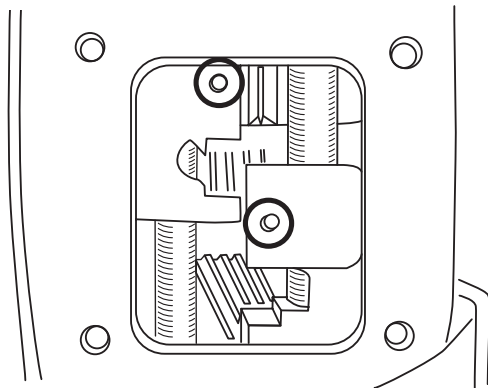

Рис. 12
1. Для установки однорычажного механизма потребуется установить направляющие штифты в вилки переключения РК (диаметр штифтов 4 мм, высота над вилкой должна составлять 4-5 мм) (**Рис. 12**).